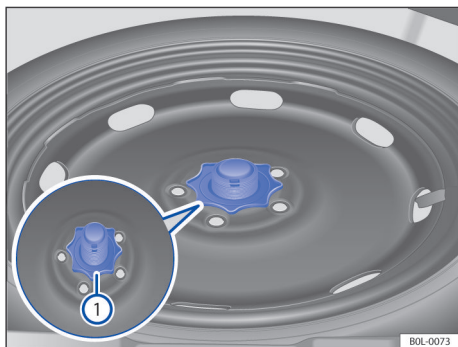

图 147 在行李箱内：用于固定应急备用车轮的手轮；
- 将应急备用车轮中央的手轮 → 图 147① 沿逆时针方向完全拧出。